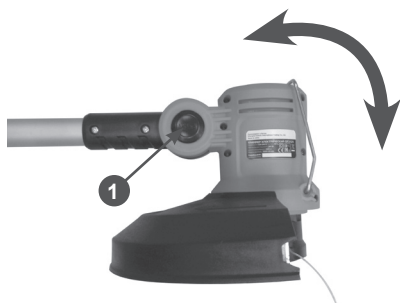

Рис. 4 Изменение положения электродвигателя
5. Установите электродвигатель с триммерной головкой в удобное положение. Для этого нажмите кнопку 1 разблокировки положения электродвигателя (Рис. 4) и разверните его. Отпустите кнопку.